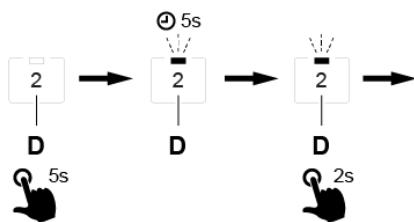

Fig. 12
- For at omprogrammere driftstilstanden til variant 2 skal du holde knap D nede i fem sekunder. Se Fig. 12. Slip knappen, når LED-lampen begynder at blinke.